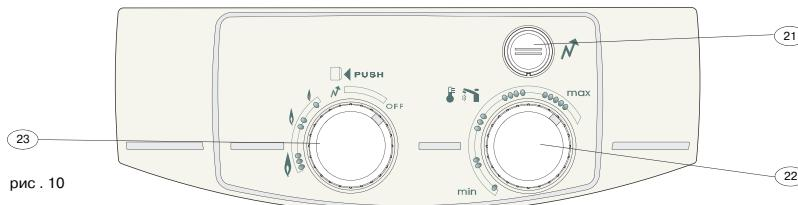

рис. 10
- Вывните рукоятки регулировки (28) подачи газа и регулятора температуры (22) (рис. 10), потянув их на себя
Переведите кнопку-регулятор подачи газа (23) в положение “N” (рис. 10).
горелка. В этом случае, удерживая кнопку-регулятор подачи газа (23), нажмите несколько раз на кнопку (21) до тех пор, пока не включится запальная газовая горелка. После того как включится запальная газовая горелка, продолжайте удерживать кнопку-регулятор подачи газа (23) в положении “N” еще несколько секунд, чтобы запустить систему безопасности, а затем переведите регулятор “(23)” в положение между отметками “(0)” и “(1)” (рис. 10).